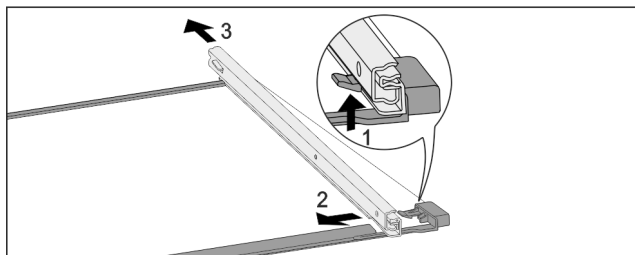

Fig. 205 Glashylla med skenor
- Tryck främre spärr uppåt. Fig. 205 (1)
- Skjut bort utdragsskena i sidled Fig. 205 (2) och bakåt Fig. 205 (3).